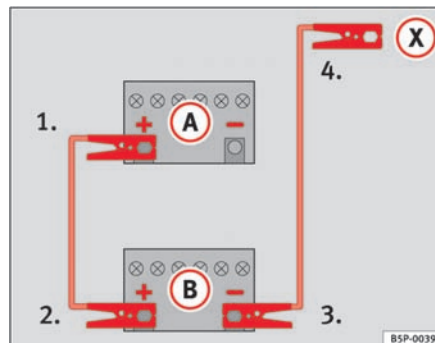

Fig. 172 Sådan skal startkablerne sættes på.
På ⇒ fig. 172 ses det afladete batteri **A** og det opladete batteri **B**.
1. Forbind den ene ende af det røde startkabel til pluspolen ⇒ fig. 172 ⊕ i bilen med det afladete batteri ⇒ ⚠.
4. Forbind den anden ende af det sorte startkabel (X) til en massiv metaldel, der er skruet fast på motorblokken, eller på selve motorblokken i bilen med det afladene batteri. Forbind det ikke til et sted nær batteriet ⇒ ⚠.